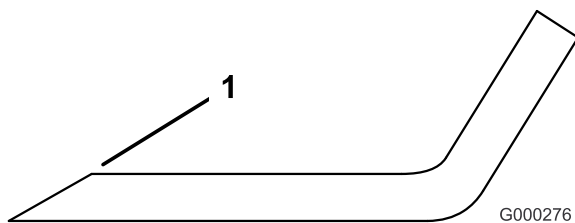

Bild 101
3. Untersuchen Sie die Schnittkanten aller Messer. Schärfen Sie alle stumpfen und ausgekerbten Schnittkanten. Schärfen Sie nur die Oberseite der Schnittkanten und behalten dabei den ursprünglichen Schnittwinkel bei, um die Schärfe des Messers zu gewährleisten (Bild 101). Das Schnittmesser behält seine Auswuchtung bei, wenn von beiden Schnittkanten die gleiche Materialmenge entfernt wird.
Wenn sich das Messer abwetzen kann, bildet sich ein Schlitz zwischen dem Windflügel und dem flachen Teil des Messers (Bild 101). Zuletzt kann sich ein Stück des Messers lösen und aus dem Gehäuse ausgeschleudert werden. Das kann zu schweren Verletzungen bei Ihnen selbst und Unbeteiligten führen.